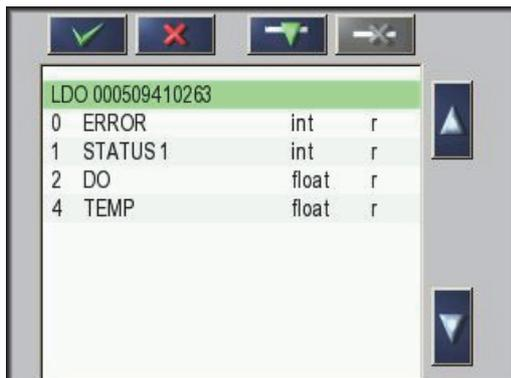

Figure 27 Liste des appareils
4. Sélectionnez une sonde / un appareil et appuyez sur le bouton **ENTRER**. La sonde / l'appareil (numéro de série inclus) est ajouté (e) à la boîte du télégramme (Figure 27).